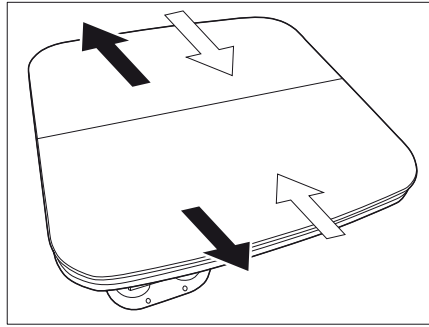

Bild 108 Dra isär ytterdelar
- Dra isär bordets ytterdelar (Bild 108 - svarta pilar).
- Skjut ihop bordets ytterdelar (Bild 108 - vita pilar).